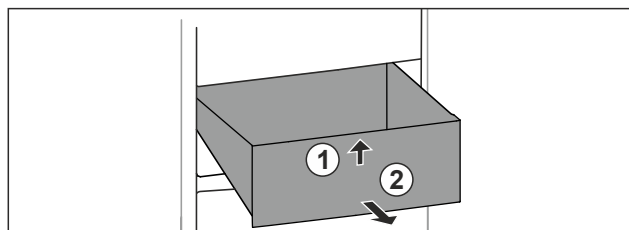

Fig. 77
- Schubfach vorne anheben. Fig. 77 (1)
- Schubfach nach vorne entnehmen. Fig. 77 (2)